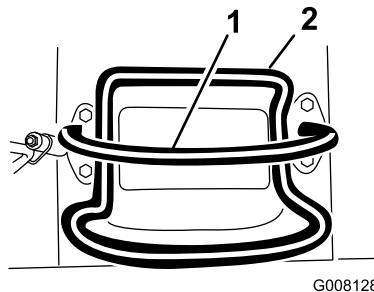
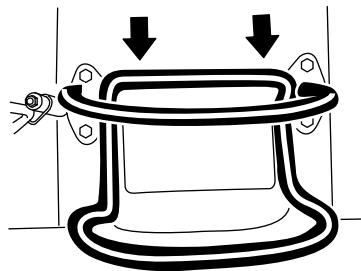

Bild 7
Bild 9
- Bewegen Sie den Fahrantriebshebel nach hinten, um rückwärts zu fahren (Bild 9). **Schauen Sie beim Rückwärtsfahren nach hinten und achten Sie auf Hindernisse, fassen Sie den Anschlagbügel mit den Händen an (Bild 7).**